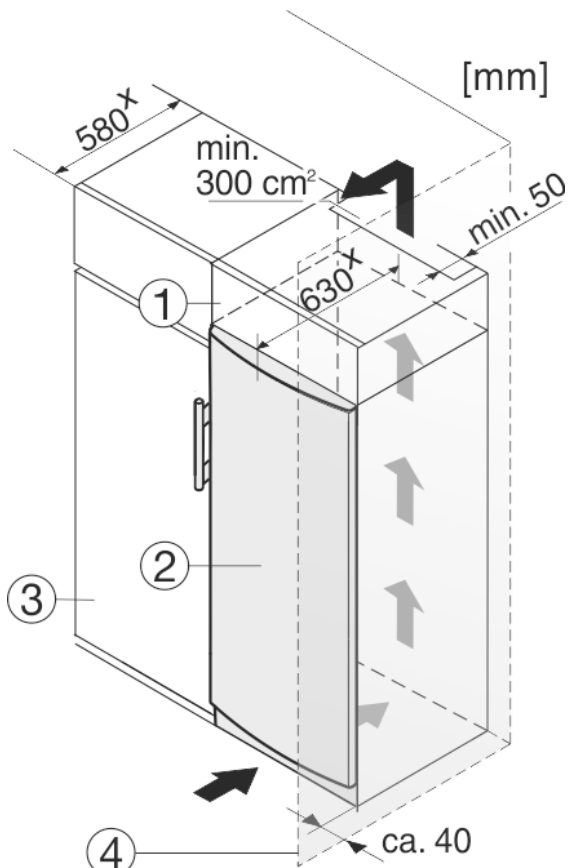

Fig. 9
Zariadenie môže byť zabudované medzi kuchynskými skriňami. Aby sa zariadenie Fig. 9 (2) prispôbilo výške kuchynskej linky, môže sa nad zariadením umiestniť nadstavná skrinka Fig. 9 (1).
Pri vstavaní s kuchynskými skriňami (hĺbka max. 580 mm) je možné zariadenie inštalovať priamo vedľa kuchynskej skrine Fig. 9 (3). Zariadenie vyčnieva nabok 34 mm \* a v strede zariadenia 50 mm \* oproti prednej časti kuchynskej skrine.
Ak je zariadenie umiestnené so závesmi vedľa steny Fig. 9 (4), musí vzdialenosť medzi zariadením a stenou činiť minimálne 40 mm. To zodpovedá presahu držadla pri otvorených dverách.